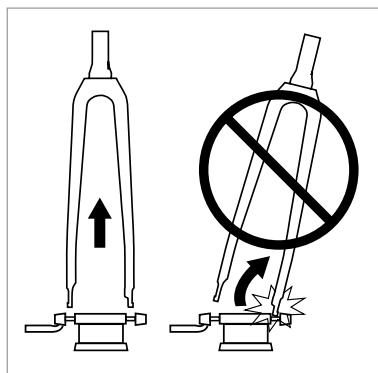

Figure 12
- Pour retirer la bicyclette, soulevez la fourche de façon dégager les pattes uniformément. Incliner le vélo hors du support risque d'endommager les pattes (Fig. 12).